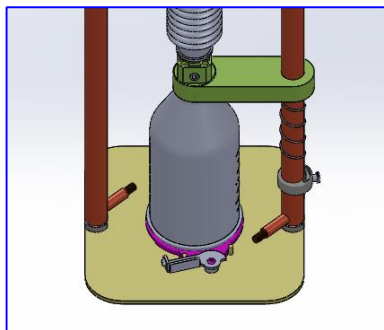

图 5
3) 双手握住手柄，将智能操作控制中心缓慢放置采样水体中，当水位达到所设置的采样深度后，电控盒上盖的水位状态指示灯开始闪烁，提醒放置到位，开始采样。延时 5S 后，电推杆自动向下伸出，带动油膜瓶瓶身向下运动，扣紧在容器下盖上，完成自动采样（如图 5）。采样过程中水位状态指示灯一直闪